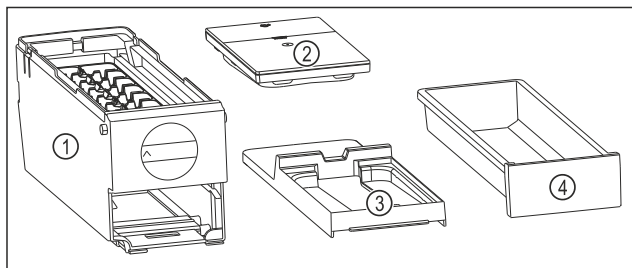

Fig. 143 Composants de l'EasyTwist-Ice
- L'EasyTwist-Ice est démonté en quatre parties. (voir *Fig. 143*)
- Ne démonter l'EasyTwist-Ice que de la manière illustrée. (voir *Fig. 143*)
- Nettoyer le corps de l'EasyTwist-Ice *Fig. 143 (1)* dans son ensemble.